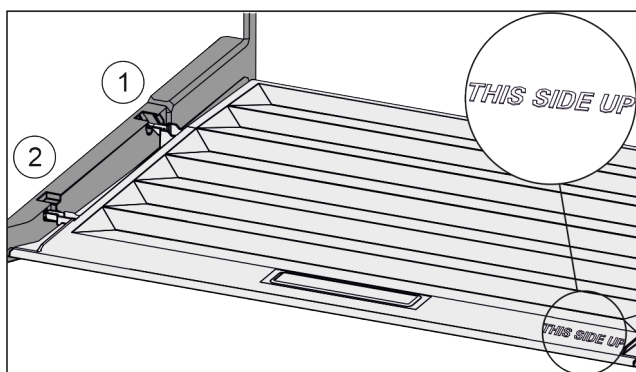

Fig. 74
- Výstupky víka zaved'te do zadních držáků Fig. 74 (1) a vpředu zaklesněte do držáku Fig. 74 (2).